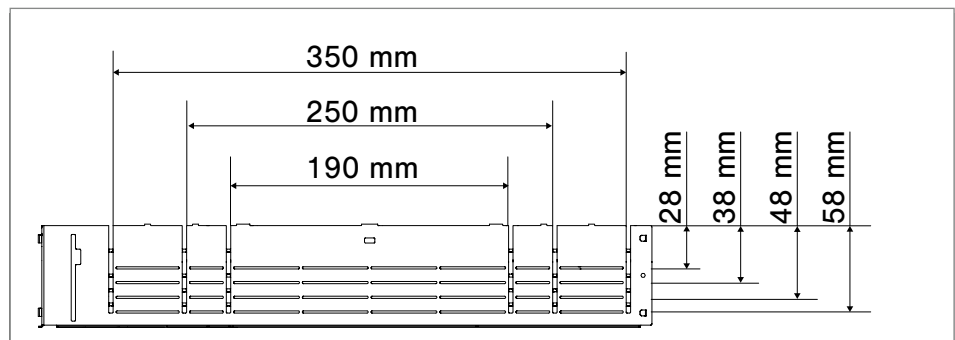

Abb. 30: Seitenwand zuschneiden - Zuordnung Kanalhöhe und -breite
2. Unterflurdose ① um 180 ° drehen.
3. Brücken der Seitenwand 21 entsprechend der geforderten Kanalhöhe und Kanalbreite (siehe Abb. 30: Zuordnung Kanalhöhe/-breite) zuschneiden.